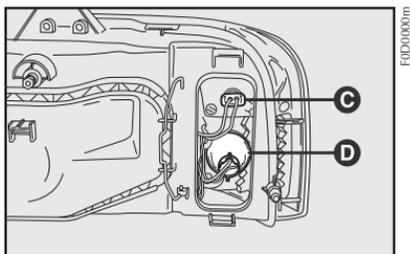

fig. 16
3) Retirar o porta-lâmpada **C-fig. 16** girando para facilitar a retirada;
3) Retirar o porta-lâmpada **D-fig. 16**;